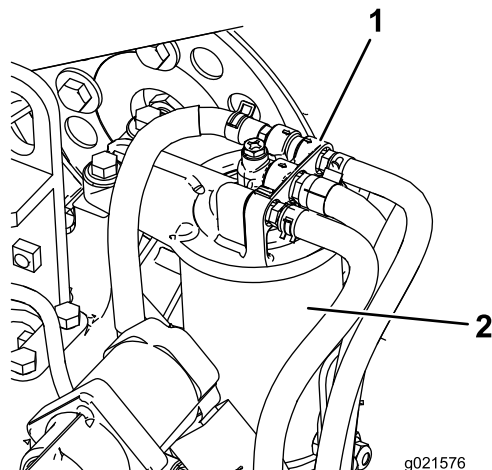

Figura 55
1. Pulite le superfici circostanti la testa del filtro del carburante (Figura 55).
2. Togliete il filtro e pulite la superficie di montaggio della testa del filtro (Figura 55).